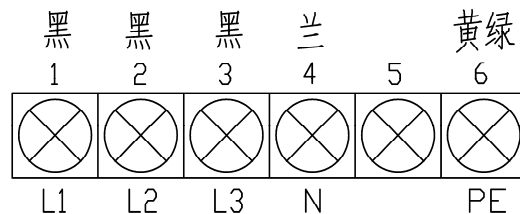

图 3
1、电源安装：请按铭牌提示电压、功率选择电源插座，选择 1.5mm^2 或以上的电线接入电控柜底部的电源进线端子上，如图 3 所示。L1、L2、L3 表示 A、B、C 三相线（三相线为黑色），N 为零线（零线为蓝色），PE 为地线（地线为黄绿线）。